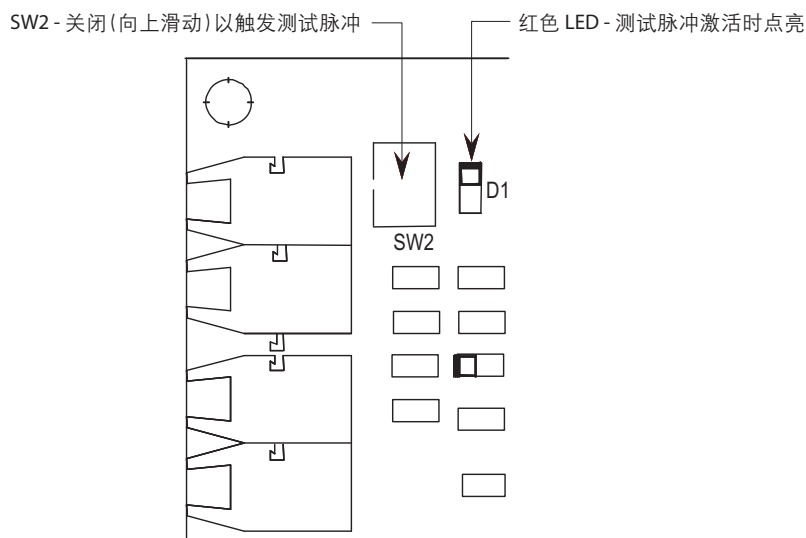

图 7.2 - 接口 PCB
5. 在控制部分中找到 SMC Flex 接口板（请参见图 7.2）。此电路板上安装了控制模块。在电路板的左上角找到带有“SW2”标记的开关。向上滑动扳钮，闭合开关。这将启动脉冲生成器，通过光纤电缆向门极驱动板提供模拟的门极脉冲信号。开关旁边的红色 LED 灯及接口板左侧的三个黄色 LED 灯应点亮。（注：根据环境光线条件的不同，它们可能显得较暗）。